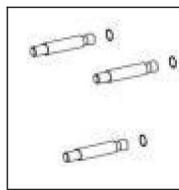

Abb.2.
- 2). Setzen Sie die drei mitgelieferten Dehnbolzen (1) in die gebohrte Halterung ein Löcher. Möglicherweise müssen Sie sie mit einem Hammer durch die Löcher befestigen. Siehe (Abb.2.)